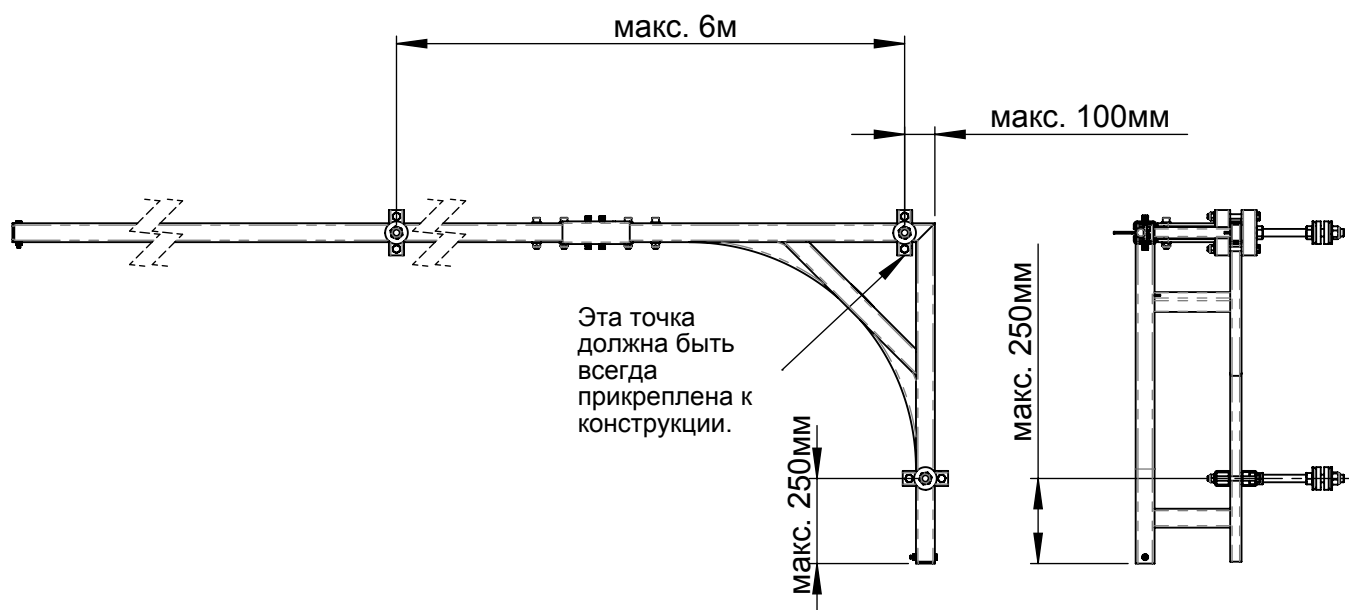

Рис. 5-2. Расположение анкерных точек в случае углового крепления
5.2.2. Крепление со сверлением отверстий в несущей конструкции - (рис. 5-2).